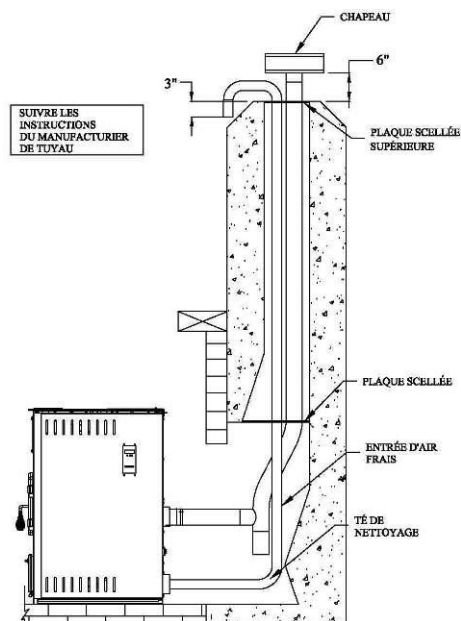

Figure 15
(Voir figure 15)
3. Installez une plaque scellée à l'intérieur de la cheminée. (voir figure 15).